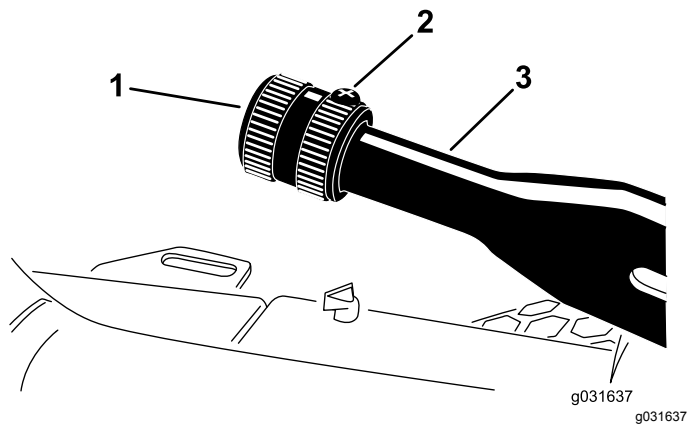

Bild 57
1. Lockern Sie die Stellschraube, mit der das Handrad am Feststellbremshebel befestigt ist (Bild 57).